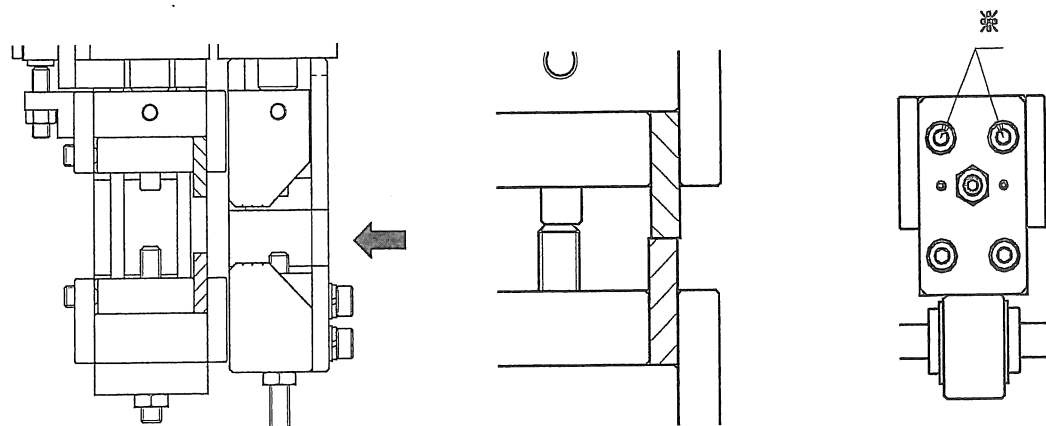

図3
- 3) 新しい替刃を図 3 の矢印の方向から見て、替刃の刻印が正しく読める様に取付けて下さい。